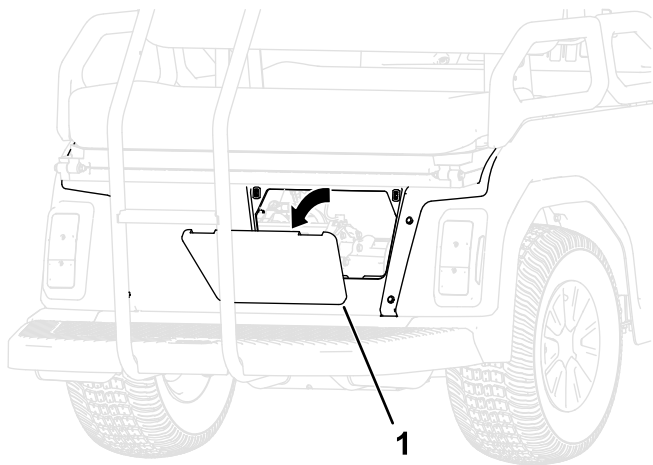

Figura 17
2. Retire el panel de acceso de la parte trasera de la máquina (Figura 17).